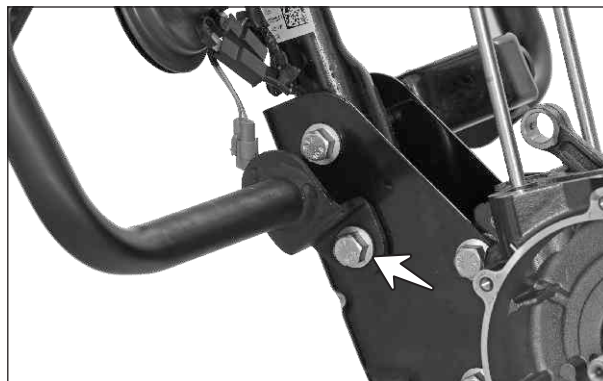

Fig. 3.126
- Retire el tornillo hexagonal (M10x80) del punto de fijación inferior izquierdo de la defensa al chasis. (Fig. 3.126)